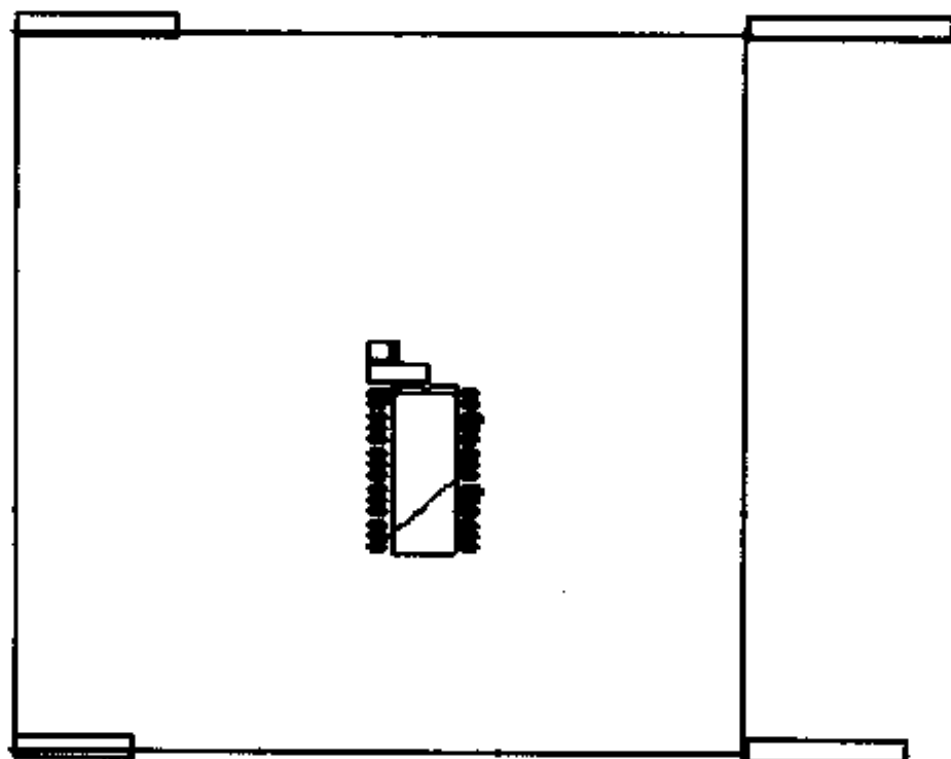

图 8-9 引入网络表后的电路板
(3) 按对话框中的“Execute”按钮, 即可完成装入操作。网络表内的所有零件出现在电路板板框内, 如图 8-9 所示。